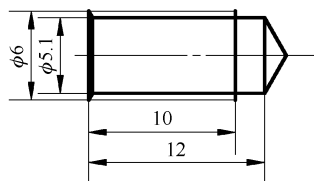

图 11-58 出油端螺纹孔 M6 尺寸
Step 21 绘制出油端螺纹孔 M6 轮廓线：分别切换“轮廓 - 粗实线”、“轮廓 - 细实线”图层。调用“直线”、“偏移”、“复制”、“修剪”等命令，绘制左视图出油端螺纹孔 M6 轮廓线。出油端螺纹孔 M6 尺寸如图 11-58 所示。